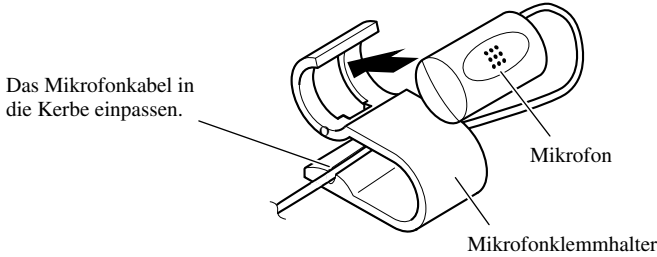

Abb. 18
1. Das Mikrofon im Mikrofonklemmhalter befestigen. (Abb. 18)